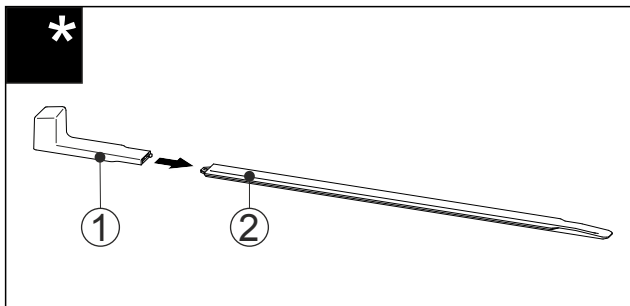

Fig. 58
- Montagegriff Fig. 58 (1) an die Nivellierschiene Fig. 58 (2) stecken.